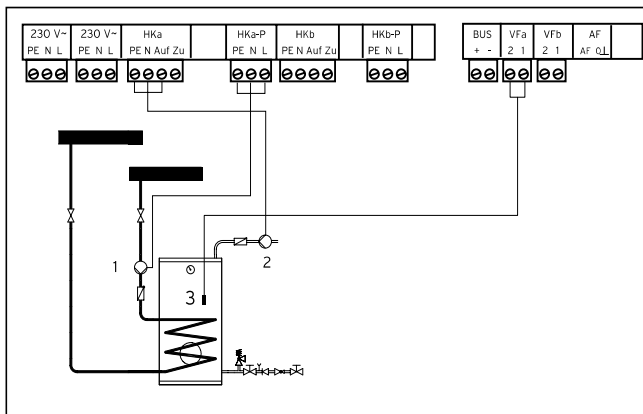

Рис. 4.26: Подключение смесительного контура как загрузочного контура емкостного водонагревателя
- Произвести подключения согласно рис. 4.26
Пояснения к рис. 4.26: